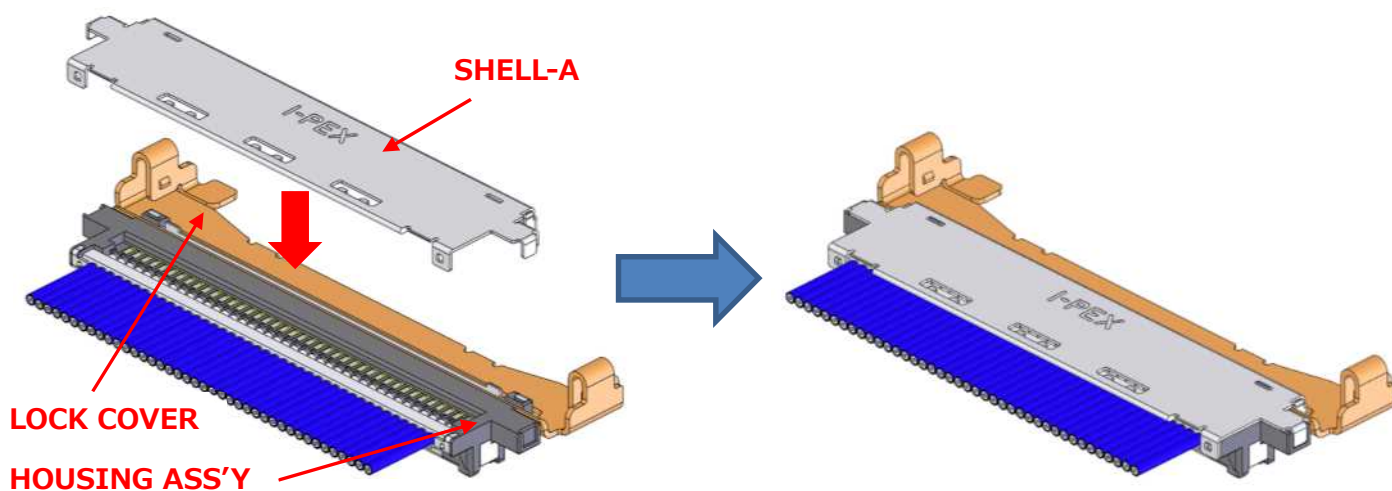

図.5 SHELL-A を組付け
- ① 図.5 の様に SHELL-A を HOUSING ASS'Y の上面から組み付ける。